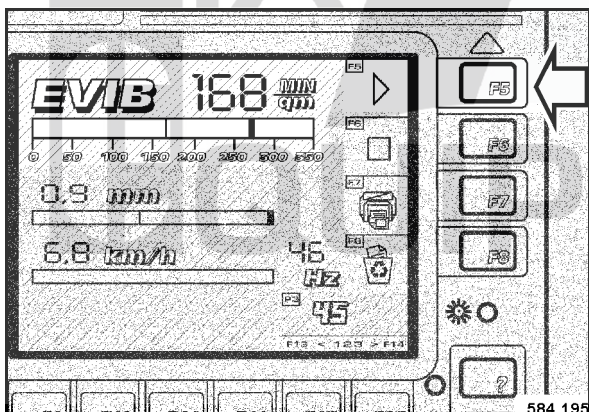

Fig. 96
- Lors de l'atteinte du repère 1, appuyer sur la touche F5 "START" (Fig. 96).